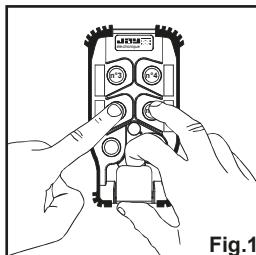

Fig.1
- 3- - Tout en maintenant les boutons n°1 et n°2 pressés, déverrouiller le bouton d'arrêt coup de poing de l'émetteur (fig.1).